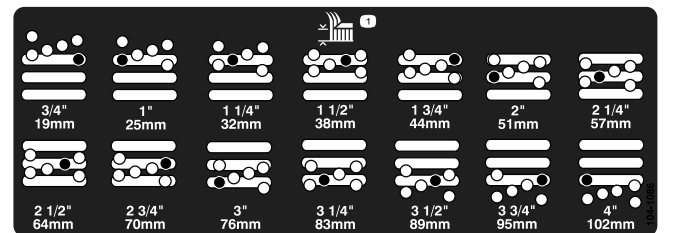

Figura 19
- Spostate l'alloggiamento all'altezza di taglio opportuna e montate il distanziale nel foro e nella scanalatura dell'altezza di taglio prescelta (Figura 19).